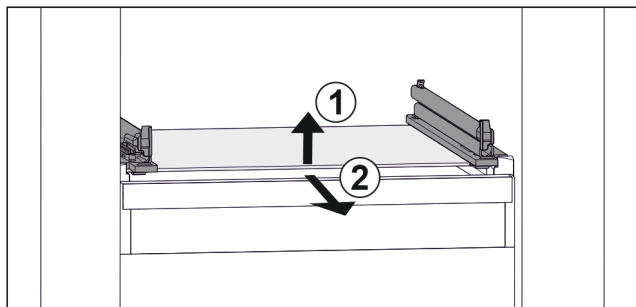

Fig. 46 Vejledende visning af glaspladen
- ▶ Løft glaspladen foran. Fig. 46 (1)
- ▶ Tag glaspladen ud fremefter. Fig. 46 (2)